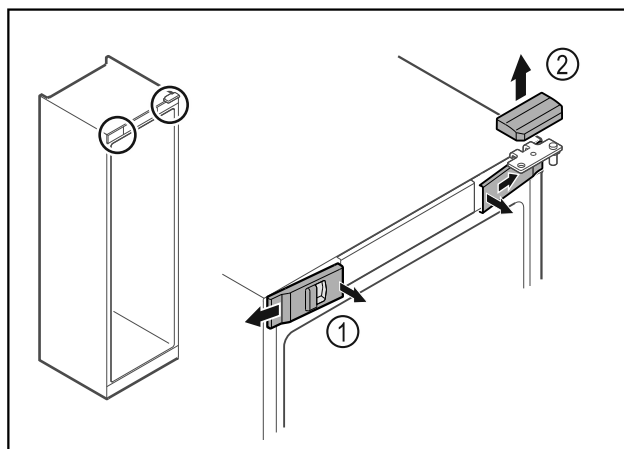

Fig. 16
- ▶ Nxirrni nga foleja kapakët mbulues të përparmë Fig. 16 (1) në pjesën e brendshme dhe hiqini nga anash.
- ▶ Hiqni kapakun mbulues të sipërm Fig. 16 (2) duke e ngritur lart.